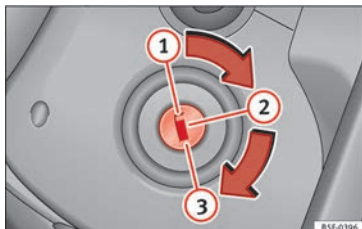

Fig. 175 Posiciones de la llave de contacto.
En esta posición » » » fig. 175 ① el encendido y el motor están desconectados, pudiéndose bloquear la dirección.
- Gire la llave de contacto a la posición de arranque » » » fig. 175 ③.
- Gire la llave de contacto hasta la posición » **fig. 175 ②**. El testigo  se encenderá en caso de precalentamiento del motor.
– En cuanto se apague el testigo, gire la llave de encendido a la posición **③** para poner en marcha el motor y no pise el acelerador.
- Gire la llave de contacto a la posición » **fig. 175 ①**.